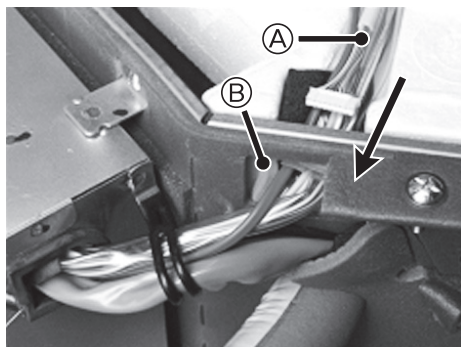

Fig. 4-2
- (1) Haal de draadloze verbindingkabel uit de meegeleverde doos met accessoires.
- (2) Leid de connector van de besturingsmodule van de binnenunit (wit) van de draadloze verbindingkabel door de BUS van de hoofdeenheid in de richting van de pijl. (Fig. 4-2)